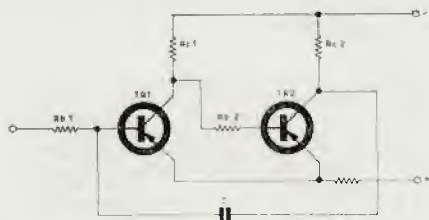

Fig. 4
torna automaticamente allo stato stabile in assenza di segnale all'ingresso, il flip-flop mantiene lo stato acquisito attraverso una rete di reazione positiva; ha cioè, due stati stabili. Se colleghiamo A con C tramite un condensatore avremo ancora un monostabile che però ritorna allo stato di partenza con un certo ritardo determinato dalle costanti del circuito (fig. 4) (6).